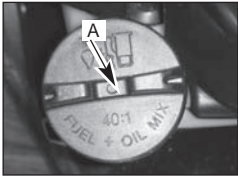

Fig. 22
OPMERKING: Houd de opening (A) van de brandstofdop schoon (fig. 22).